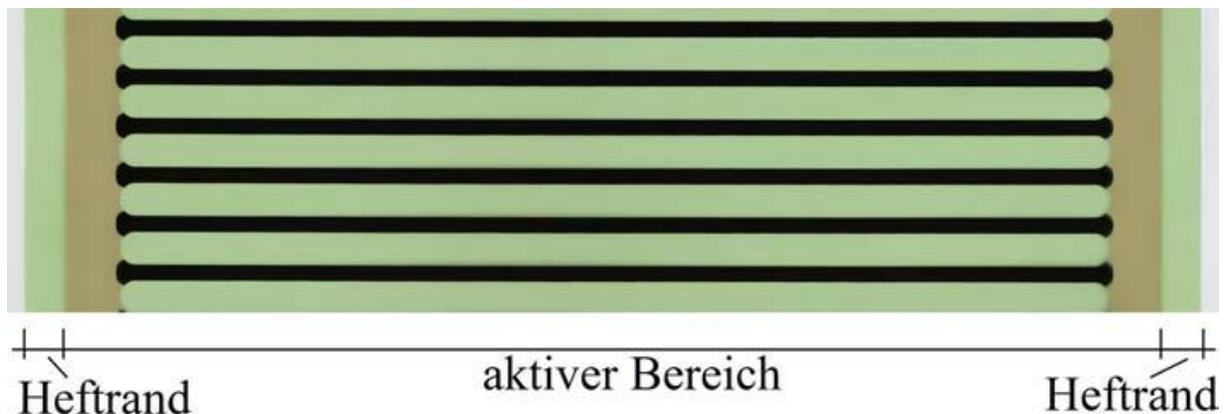

Abbildung 7.1
- Die Heizfolie darf im aktiven Bereich (siehe Abbildung 7.1) nicht beschädigt, und auch nicht zur Befestigung verwendet werden.